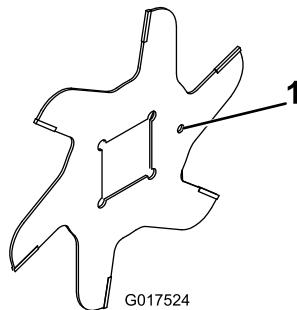

Figura 12
- Monte uma lâmina de cilindro (Figura 12).
- Instale a lâmina seguinte no sentido dos ponteiros do relógio de forma a o orifício de referência (Figura 12) não ficar alinhado com o orifício da primeira lâmina por um furo do eixo.